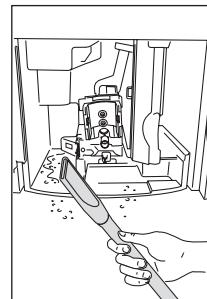

Rys. 28
- Regularnie (raz w miesiącu) sprawdzaj, czy lejek na kawę mieloną nie jest niedrożny (Rys. 28).